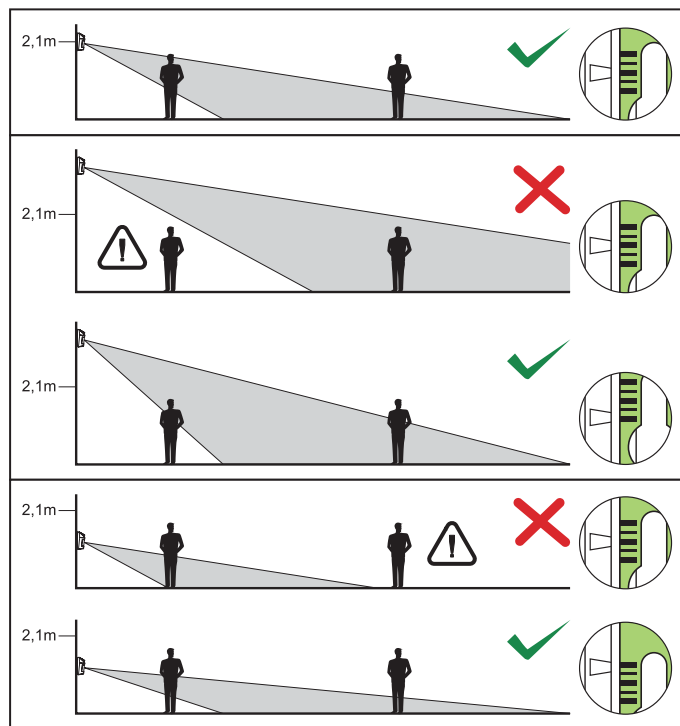

Рисунок 3. Влияние высоты монтажа на защищаемую извещателем зону и способ позиционирования пирозлемента по отношению к линзе с целью оптимальной установки.
6 – градуировка для позиционирования пирозлемента по отношению к линзе (см.: таблицу 1 и рисунок 3).
6. Закрепите плату электроники, учитывая высоту монтажа извещателя (см.: таблицу 2 и рисунок 3).